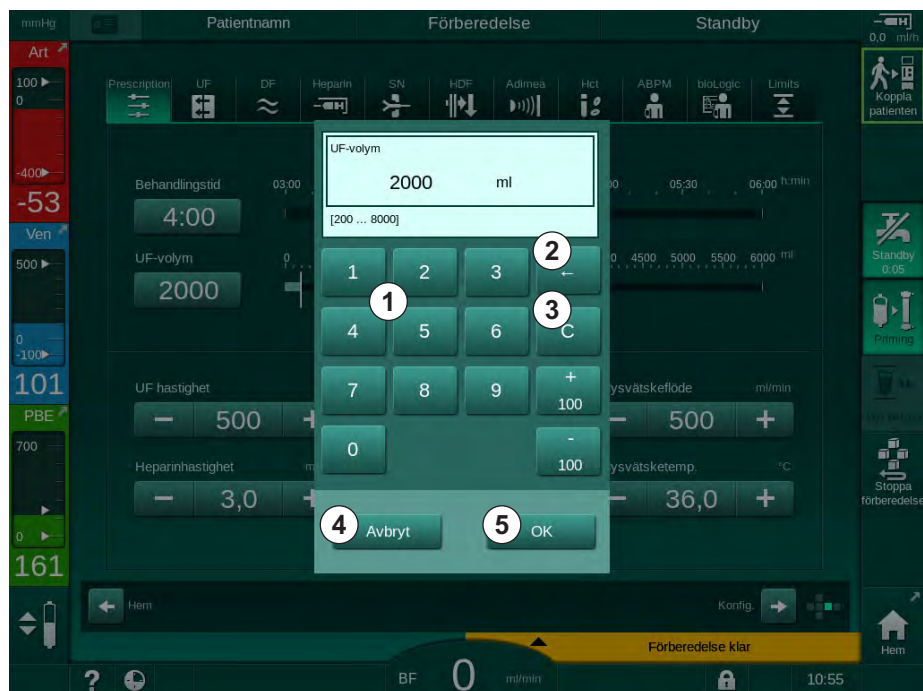

Bild 3-19 Ändra parametrar
2. Tryck på ikonen för att ändra parametergrupp (exempel i Bild 3-19: ordinationsdata).
3. Tryck på det värde som skall ändras (exempel i Bild 3-19: UF-volym 2000 ml).
- För att minska värdet, tryck på "–" tills det önskade värdet har uppnåtts. Tillåtna steg är förinställda och indikeras på knappen (i Bild 3-19: -100 ml).
- För att öka värdet, tryck på "+" tills det önskade värdet har uppnåtts. Tillåtna steg är förinställda och indikeras på knappen (i Bild 3-19: +100 ml).
- Ange det nya värdet med sifferknapparna. Tillåtet inställningsintervall specificeras inom hakparenteser under det numeriska värdet (i Bild 3-19: [100 ... 10000]).